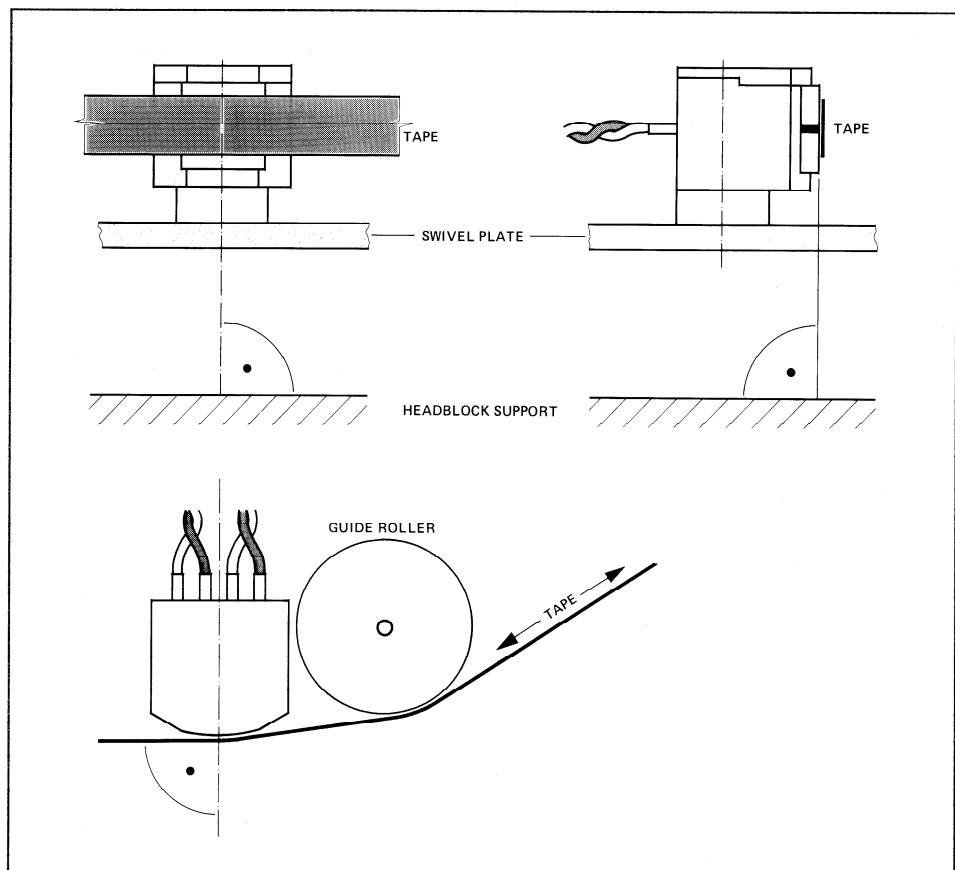

Fig.4.9.1
- Seitliche Neigung (siehe Zeichnung A der Abbildung 4.9.1) mittels der Azimut-Schraube und bei
- Vor-Rückwärts Neigung (siehe Zeichnung B der Abbildung 4.9.1) mittels der Stiftschrauben.